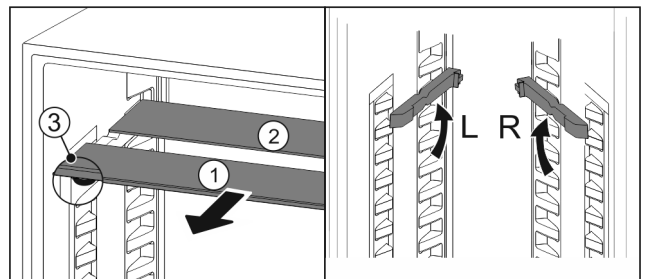

Fig. 188
- estrarre i ripiani di vetro singolarmente tirando in avanti Fig. 188 (1).
- Il piano in vetro Fig. 188 (1) con il motivo ornamentale è nella parte anteriore.
- I fermi Fig. 188 (3) sono rivolti verso il basso.